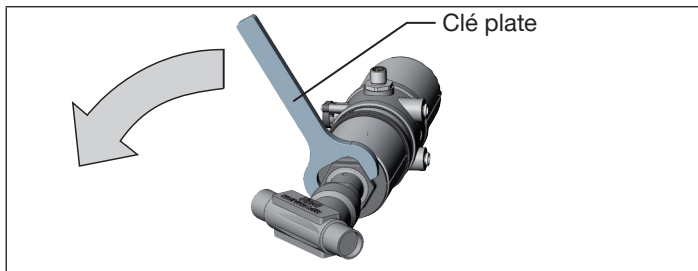

Fig. 8: Tourner avec une clé plate
► Tourner l'actionneur **uniquement** dans le sens prescrit (voir « Fig. 8 ») !